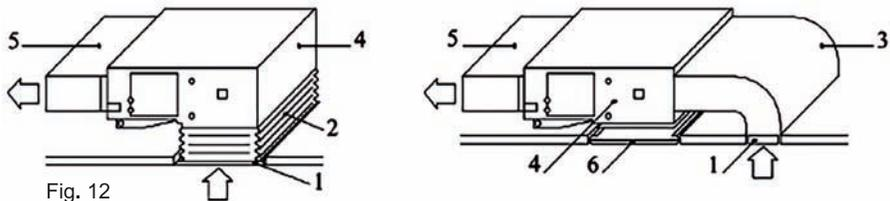

Fig. 12
d. El método de instalación se puede seleccionar teniendo en cuenta las condiciones del edificio y el mantenimiento, como se muestra en la Fig. 12.